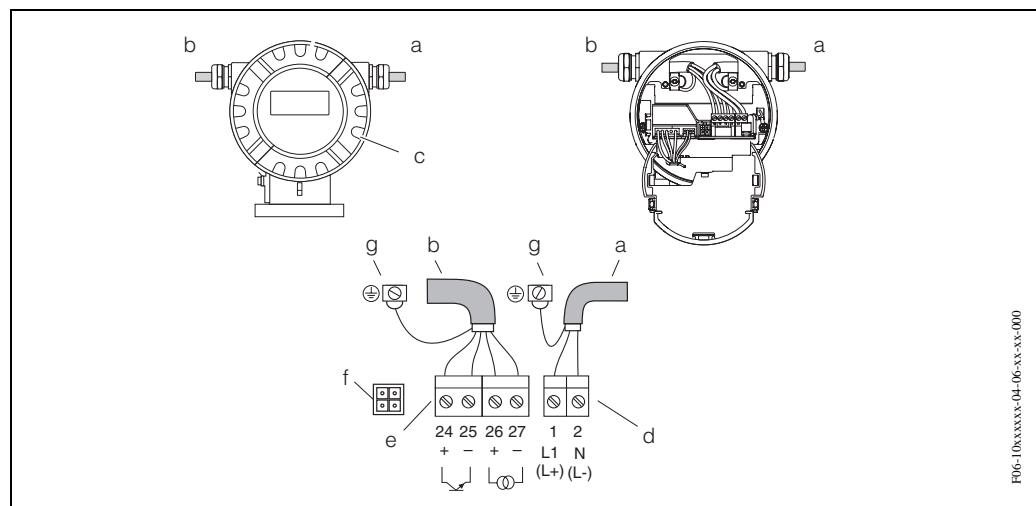

Рис. 27: Подключение преобразователя (алюминиевый корпус). Поперечное сечение кабеля: макс. 2.5 мм²
- Электромонтажная схема → Рис. 27
Элетромонтаж в соответствии с электромонтажной схемой на Рис. 27, стр. 40